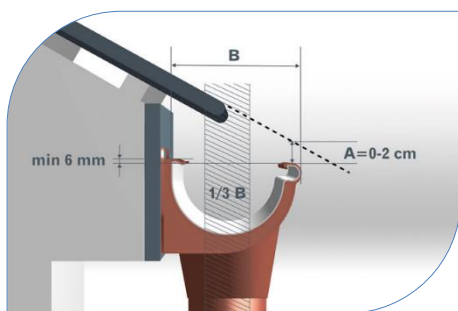

Рис. 1
- 1.3 Ринва повинна виступати за скат покрівлі, хоча б, на половину свого діаметру і одночасно не може виступати за лінію, яка є продовженням даху. (рис. 1)